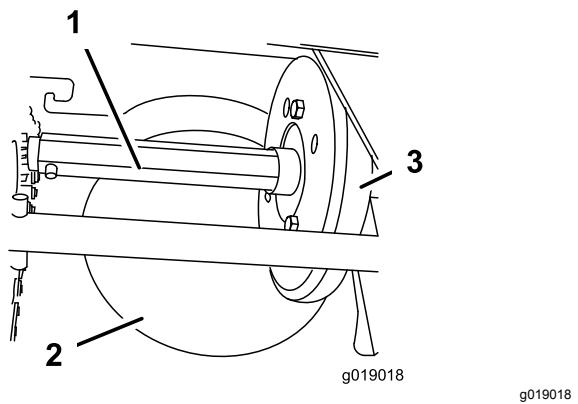

Figura 42
Lubrificate leggermente l'albero esagonale ogni anno con olio motore per automobili (Figura 42).
**Importante:** Non sporcate di olio la ruota in gomma o la puleggia di attrito in acciaio perché la trazione potrebbe slittare (Figura 42).